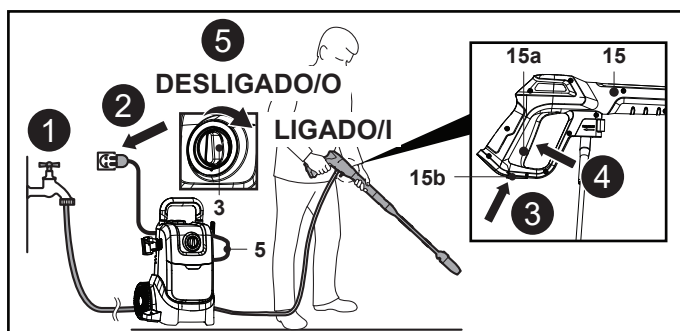

Fig. 17
1. Abra a torneira de água para permitir o fluxo de água para a bomba (Fig. 17, passo 1).
2. Ligue o cabo de alimentação (5) à fonte de alimentação, certificando-se de que o interruptor rotativo ligar / desligar (3) está na posição de desligado (Fig. 17, passo 2).
3. Puxe o bloqueio do gatilho (15b) na parte inferior da pistola de pulverização (15) para trás para desbloquear o gatilho da pistola de pulverização (15a) (Fig. 17, passo 3).
4. Prima completamente o gatilho (15a) até existir um fluxo constante de água para limpar o ar da máquina e da mangueira de fornecimento de água (Fig. 17, passo 4). Em seguida, solte o gatilho da pistola de pulverização (15a).
5. Ligue a máquina rodando o interruptor rotativo ligar / desligar (3) para a posição "I" (Fig. 17, passo 5).